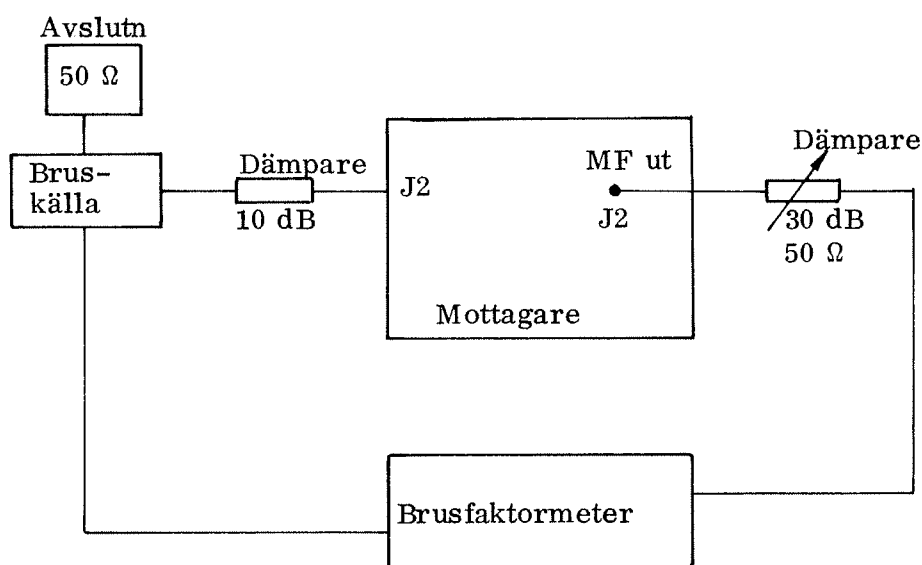

Bild 4
3.11.1 Koppla upp för brusfaktormätning enligt bild 4.